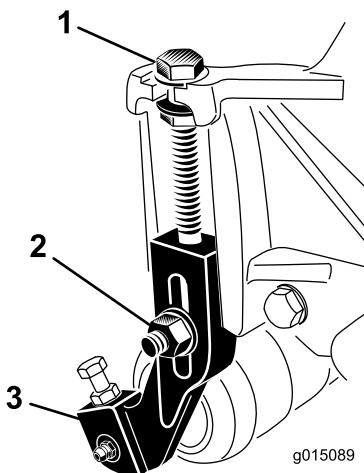

Figura 19
- Desaperte as porcas de bloqueio que fixam os braços da altura de corte às placas laterais da unidade de corte (Figura 19).